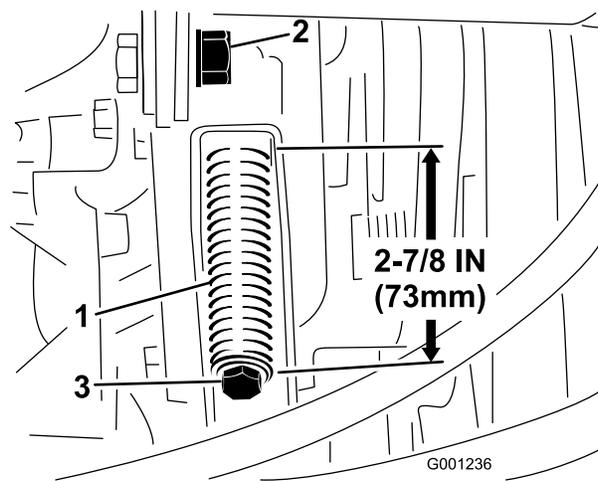

Рисунок 75
3. Ослабьте контргайку натяжного штока (Рисунок 75).
4. С помощью гаечного ключа на 1/2 дюйма затяните или ослабьте натяжную пружину ремня (Рисунок 75). Отрегулируйте пружину на длину 273 мм.
4. Используя гаечный ключ на 1/2 дюйма, полностью ослабьте натяжную пружину ремня (Рисунок 75).
6. Установите новый ремень механизма отбора мощности и затяните натяжную пружину шкива так, чтобы ее длина составила 73 мм (Рисунок 75).
7. Затяните контргайку (Рисунок 75) и закройте капот.